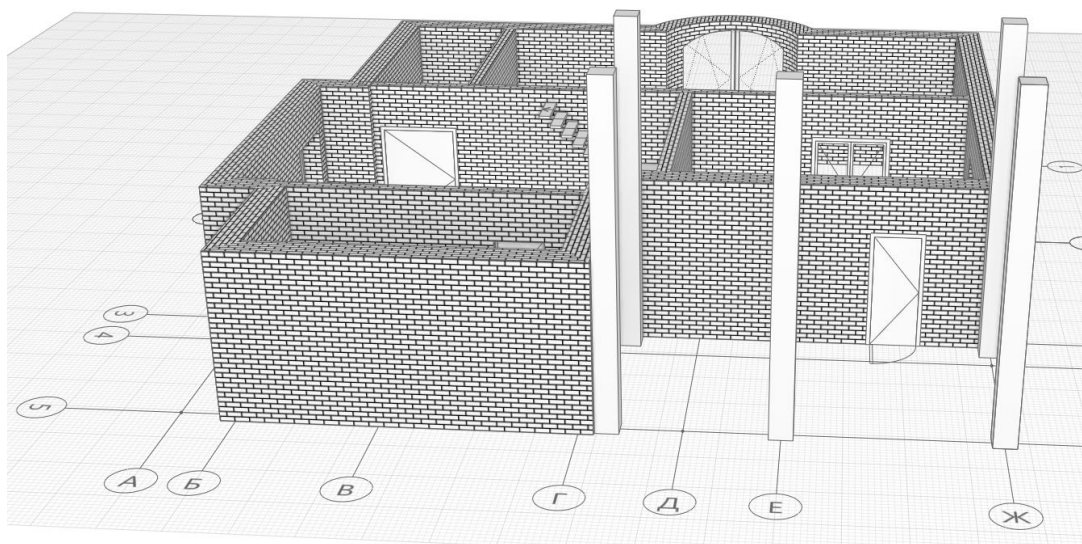

Рис. 6 Расположение колонн
1. Поставим колонны. Выберем инструмент **Колонна** . В Свойствах выберем: высота - **6000 мм**, в стилях колонны - **Другой**, форма колонны - **прямоугольник**, ширина – **400 мм**, глубина - **400 мм**. Поставим колонну на пересечении осей 5 и Ж, на пересечении осей 5 и Е и около стен, как показано на рисунке (рис. 6)